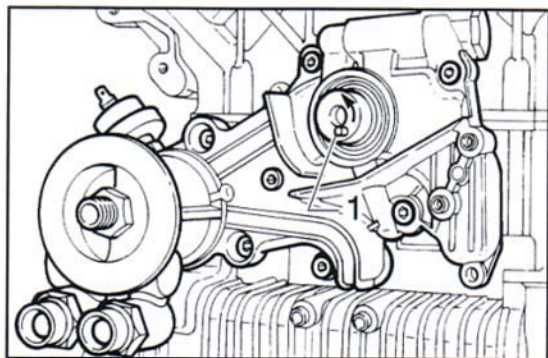

Fig. 72 ▲
- ruotare l'albero motore in modo che il grano di centraggio (1) dell'ingranaggio distribuzione si trovi in alto, quindi svitare le sette viti (una era già stata tolta per rimuovere il passacavo del sensore di giri inferiore) e sfilare la centralina olio lubrificante (**Fig. 72**);
- turn the crankshaft so that the centring pin (1) of the timing gear is at the top, unscrew the seven screws (one of which already taken out when removing the lower rpm sensor cable feed) and take out the lube oil control unit (**Fig. 72**);